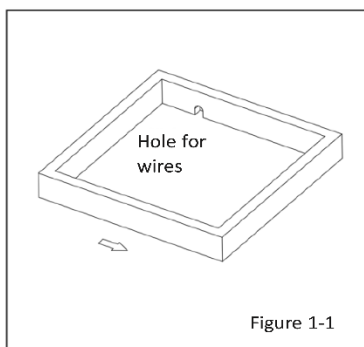

Figure 1-1
2. Elle doit être capable de maintenir la surface extérieure du toit et le plafond intérieur séparés et de les soutenir, de sorte que lorsque le climatiseur de toit et l'ensemble plafond sont boulonnés ensemble, aucun effondrement ne se produit. Un cadre de support typique est illustré à la figure 1-1.